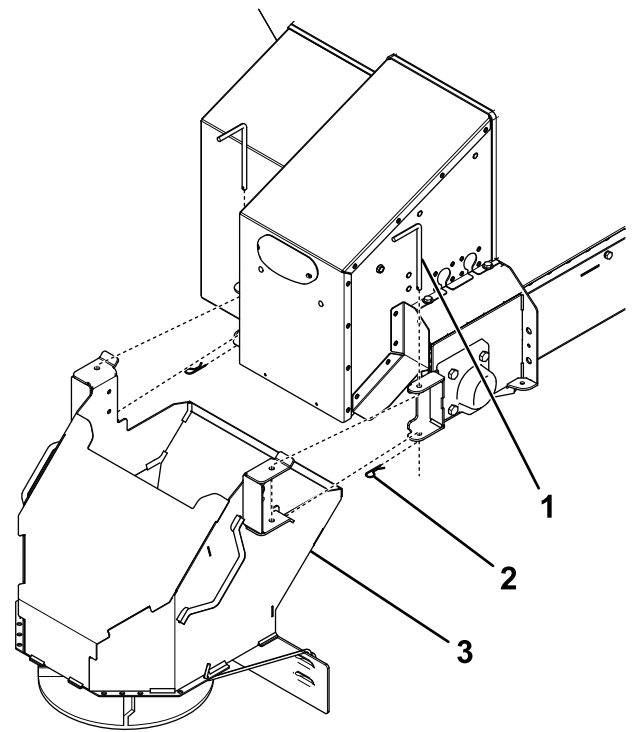

Bild 11
1. Entfernen Sie den Arretierbolzen und die Splinte vom Tellerstreuer und bewahren sie auf (Bild 11).
2. Befestigen Sie den Tellerstreuer am Streuer und befestigen ihn mit dem vorher entfernten Arretierbolzen und den Splinten (Bild 11).